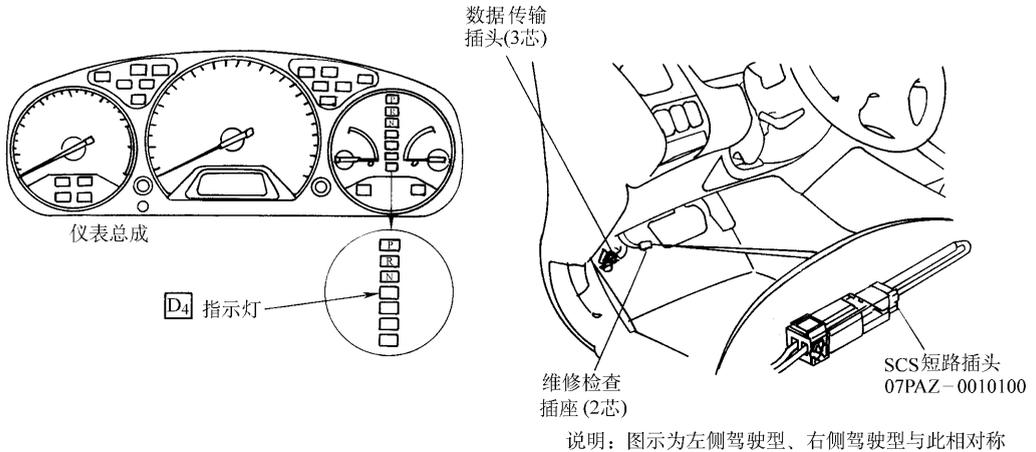

图 3-56 指示灯与维修检测插头
(1) 用专用工具按图 3-56 所示与维修检测插座(位于驾驶员侧仪表板下)连接。
(2) 使点火开关 ON (II) 但不起动发动机。
(3) 读取 D4 (图 3-56) 指示灯显示的诊断故障码 (DTC)。